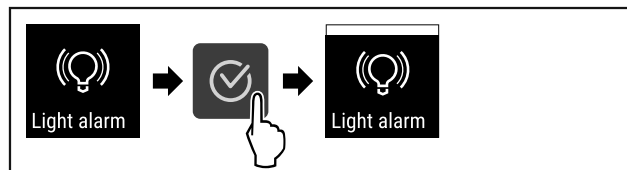

Fig. 119
- Følg anvisningene (se Fig. 119) .